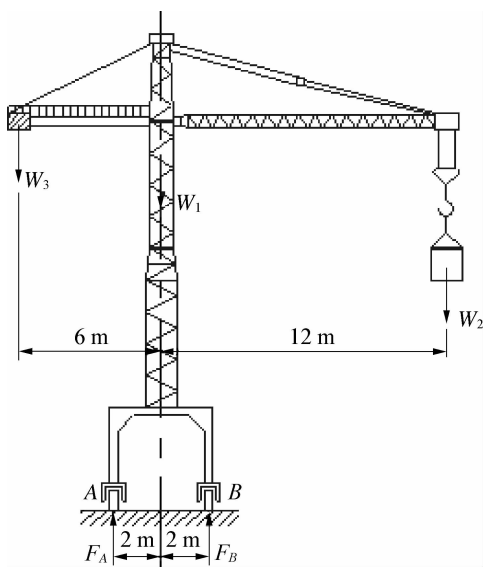

图 1-1-27 塔式起重机
**【例 1-6】** 塔式起重机如图 1-1-27 所示。机架重  $W_1 = 700 \text{ kN}$ ，作用线通过塔架的中心。最大起重量  $W_2 = 200 \text{ kN}$ ，最大悬臂长为 12 m，轨道 AB 的间距为 4 m。平衡重  $W_3$  到机身中心线距离为 6 m。试问：① 保证起重机在满载和空载时都不致翻到，平衡重  $W_3$  应为多少？② 当平衡重  $W_3 = 180 \text{ kN}$  时，求满载时轨道 A、B 的约束反力。
**解：**① 起重机受力如图 1-1-27 所示，在起重机不翻倒的情况下，这些力组成的力系应满足平面力系的平衡条件。